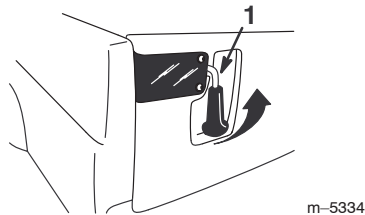

Bild 21
1. Heben Sie die Riegelgriffe an, um die Riegel an der hinteren Bordwand zu öffnen (Bild 21). Diese schnappen dann in Richtung der Mitte der hinteren Bordwand aus. Senken Sie die hintere Bordwand langsam ab.